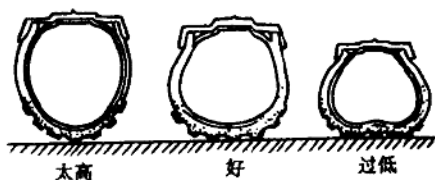

图 1-1 轮胎气压示意图
- (1) 检查喇叭、转向灯、刹车灯、空档指示灯、转向指示灯工作是否正常。
- (2) 检查燃油箱油量、润滑油箱油量是否足够。
- (3) 检查转向装置是否灵活且有无松动现象。
- (4) 检查轮胎气压是否合适,如图1-1所示。